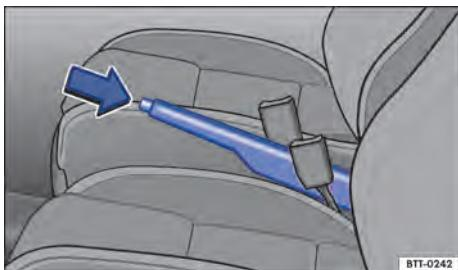

Fig. 104 Entre os bancos dianteiros: alavanca do freio de estacionamento.
- Puxar a alavanca do freio de estacionamento para cima com o botão bloqueador pressionado → Fig. 104 (seta).
- Puxar a alavanca do freio de estacionamento um pouco para cima e pressionar o botão bloqueador → Fig. 104 (seta).